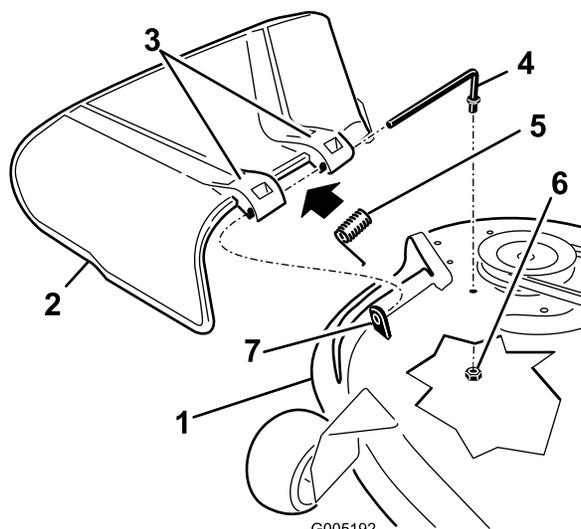

Figura 46
1. Localice los elementos mostrados en la Figura 46.
2. Retire la tuerca (3/8 pulg.) de la varilla (debajo del cortacésped) (Figura 46).
3. Deslice la varilla para retirarla del espaciador corto, de la arandela de freno interna, del muelle y del deflector de hierba (Figura 46). Retire el deflector de hierba dañado o desgastado.
4. Cambie el deflector de hierba y la arandela de freno interna (Figura 46).
6. Coloque el muelle sobre la varilla, con los extremos de los alambres hacia abajo, y entre los soportes del deflector de hierba. Deslice la varilla por el segundo soporte del deflector de hierba y por la arandela de freno interna (Figura 46).
7. Introduzca la varilla, en la parte delantera del deflector de hierba, por el espaciador corto de la plataforma. Fije el extremo trasero de la varilla en el cortacésped con una tuerca (3/8 pulg.) (Figura 46).